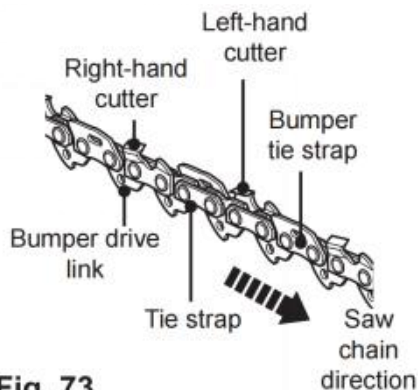

Fig. 73
2. Höjdskillnaden mellan tanden och åsen är skärningen djup. När du slipar sågkedjan (C12) måste du ta hänsyn till följande punkter (bild 73).